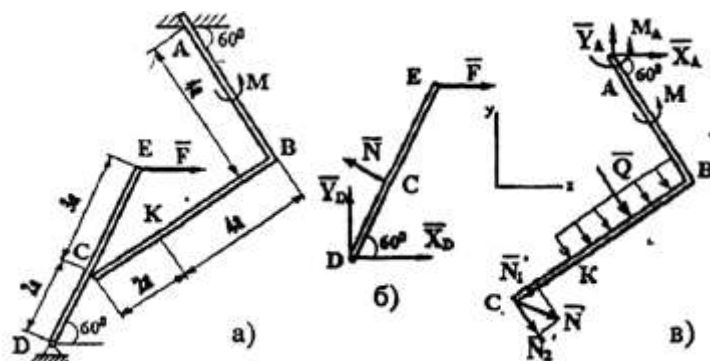

Рис. 22
Пример 10. На угольник ABC ($\angle ACB = 90^\circ$), конец A которого жестко заделан, в точке C опирается стержень DE (рис. 22, а). Стержень имеет в точке D неподвижную шарнирную опору, и к нему приложена сила \vec{F} , а к угольнику - равномерно распределенная на участке KB нагрузка интенсивности q и пара с моментом M .
2. Теперь рассмотрим равновесие угольника (рис. 22, в). На него действуют сила давления стержня \vec{N} , направленная противоположно реакции \vec{N} , равномерно распределенная нагрузка, которую заменяем силой \vec{Q} , приложенной в середине участка KB (численно $Q = q \cdot 4a = 16$ кН), пара сил с моментом M и реакция жесткой заделки, складывающаяся из силы, которую представим составляющими \vec{X}_A, \vec{Y}_A , и пары с моментом M_A . Для этой плоской системы сил тоже составляем три уравнения равновесия: